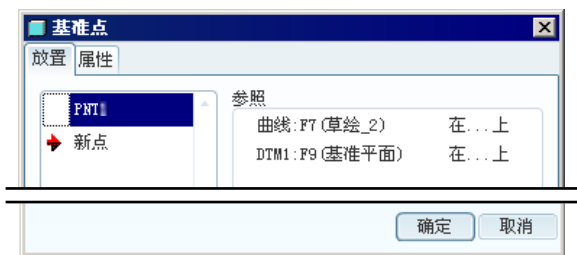

图 6.7.12 “基准点”对话框
(1) 单击“创建基准点”按钮，系统弹出图 6.7.12 所示的“基准点”对话框。